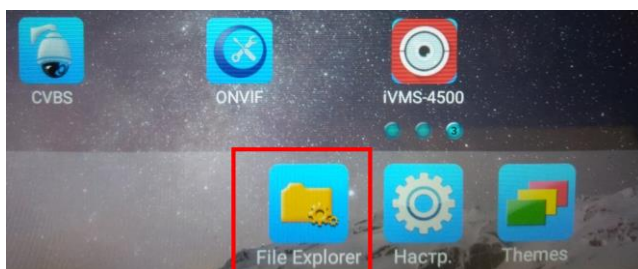

Рис. 214 Приложение File Explorer
- 4) Вернитесь на рабочий стол тестера, найдите значок приложения File Explorer и запустите его (рис. 214);